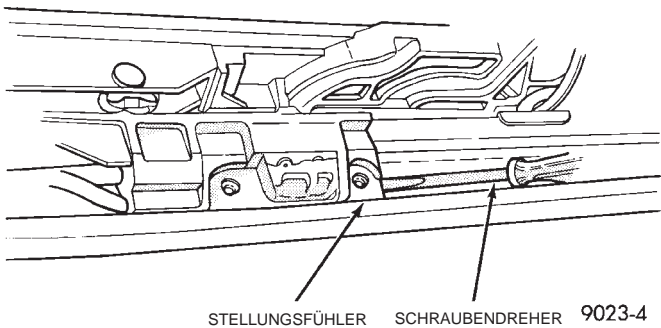

Abb. 8 Stellungsfühler der Antriebsseilzüge abbauen
(4) Einen kleinen Schraubendreher unter die hintere Kante des Stellungsfühlers schieben und Stellungsfühler von der Schiene abhebeln (Abb. 8).